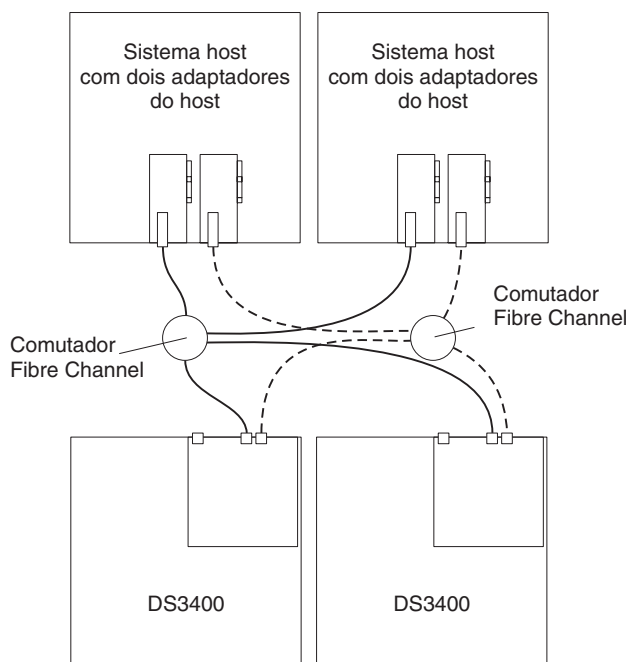

Figura 48. Exemplo de dois subsistemas de armazenamento em um ambiente SAN duplo
- Dois subsistema de armazenamento em uma configuração de malha SAN dupla, conforme mostrado na Figura 48 na página 56
Na Figura 48, os comutadores Fibre Channel não estão conectados juntos. Cada comutador forma sua própria malha SAN.